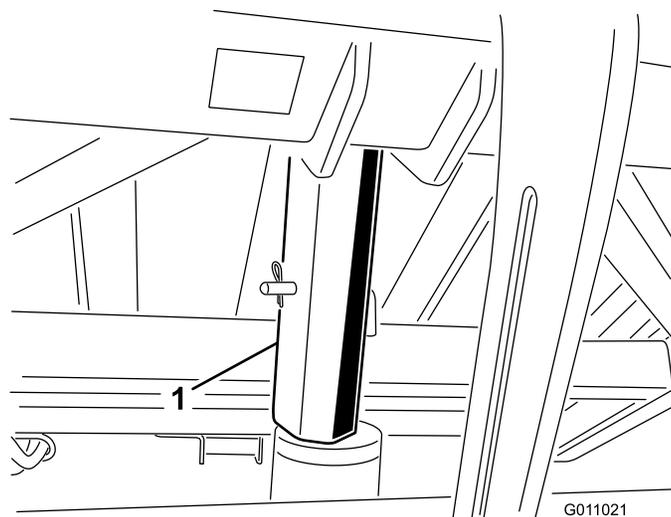

図 26
3. 安全サポートの一端がシリンダの胴に載り、もう一端がロッドの先端に当たるようにして安全サポートをロッドに嵌める 図 26。